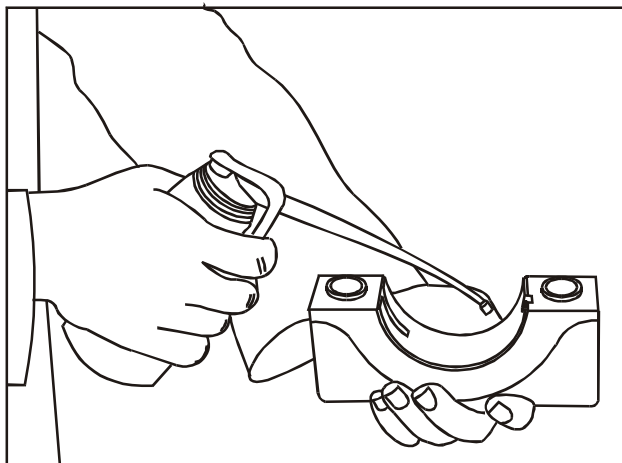

FIG 11
6. Lubrifique os casquilhos inferiores. **Fig. 11.**